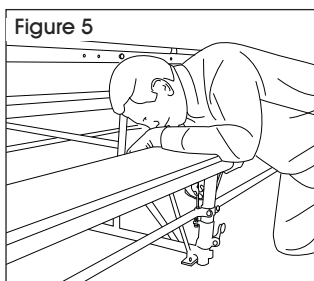

Figure 5
- Avec la table ouverte en position d'utilisation, appliquez votre poids sur le dessus du banc jusqu'à ce que le pied central touche le sol. (Voir Figure 5)